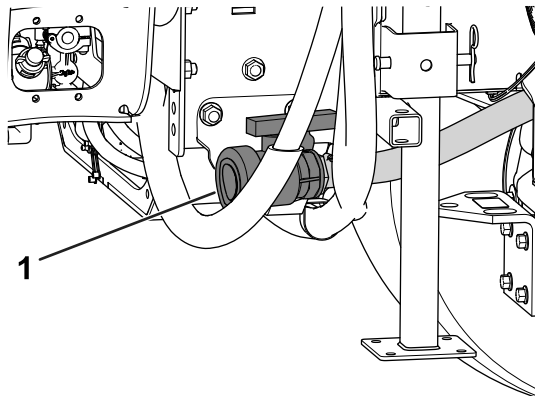

Figura 85
2. La valvola di spurgo del serbatoio è situata sul lato destro della macchina (Figura 85).